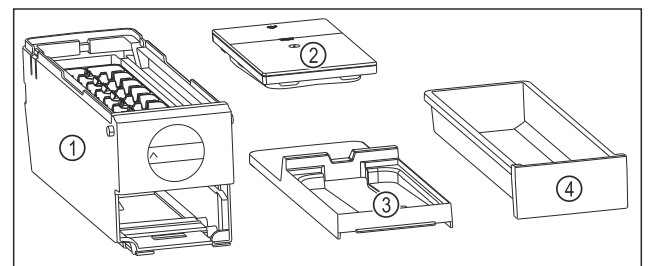

Fig. 95 Bestandteile des EasyTwist-Ice
- ▶ EasyTwist-Ice ist in vier Teile zerlegt. (siehe Fig. 95)
- ▶ EasyTwist-Ice nur in abgebildete Bestandteile zerlegen. (siehe Fig. 95)
- ▶ EasyTwist-Ice-Korpus Fig. 95 (1) als Ganzes reinigen.